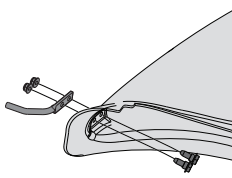

Figura 17
- Desde el interior de la bota, coloque los dos tornillos de cabeza hexagonal (738-1225) del paquete de herrajes 689-00636, a través de los orificios en la parte inferior delantera de la bota. Consulte la Figura 17.
- Coloque la varilla de montaje (747-06043), en su lugar sobre los tornillos de cabeza hexagonal. Asegúrese de que la punta de la varilla esté hacia afuera desde la bota. Consulte la Figura 17.
- Comience a enroscar las tuercas de seguridad de la brida (712-04064) en los tornillos de cabeza hexagonal. Consulte la Figura 17.